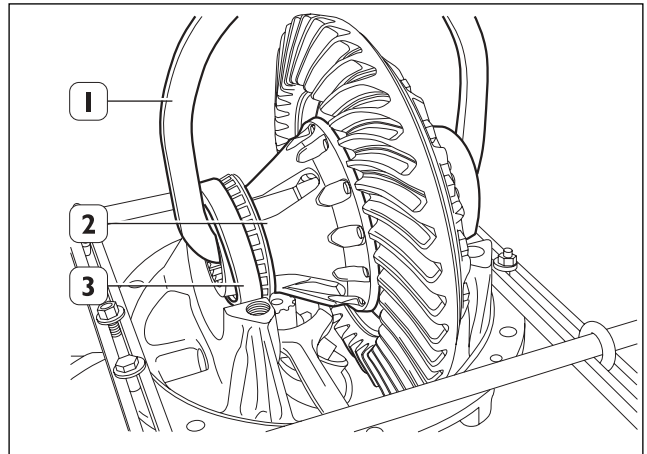

Fig. 45
8. Levantar mediante un dispositivo idóneo de levantamiento (1) la caja del tren de engranajes (2) anteriormente ensamblada y colocarla en el soporte del tren de engranajes. (Fig. 45)